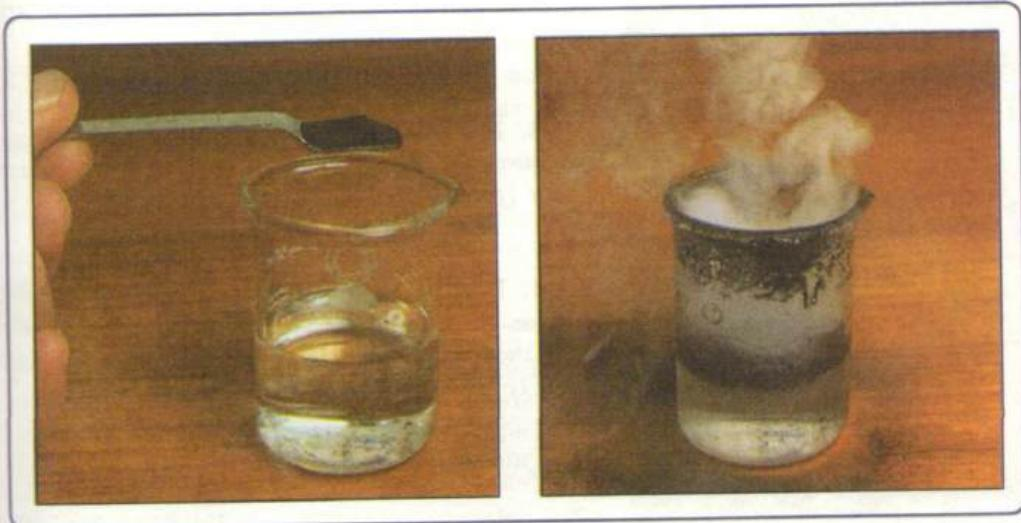

Рис. 47. Разложение пероксида водорода при внесении катализатора — оксида марганца(IV)
3. Разложение пероксида водорода (рис. 47):